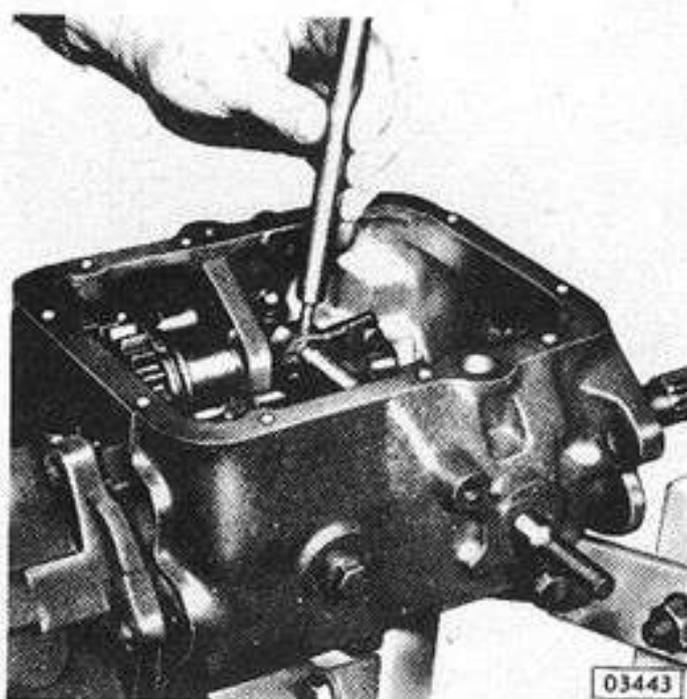

Fig. 30 - Instalación del perno espiral en la palanca intermedia de 1ra. y 2da.
8. Colocar primero el perno espiral en la palanca intermedia de 1ra. y 2da. y luego en la de 3ra. y 4ta. (Fig. 30).